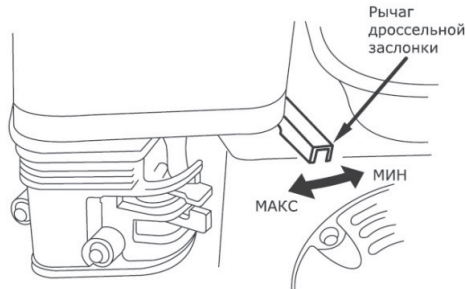

Рис. 9
5. Поверните рычаг дроссельной заслонки на  $\frac{1}{3}$  хода в сторону положения «Макс» (Рис. 9).